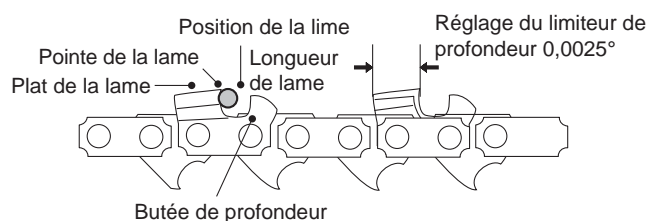

Fig. 46
9. Vérifiez la hauteur des limiteurs de profondeur à l'aide d'un instrument de mesure prévu à cet effet. Ces instruments de mesure sont disponibles dans la plupart des magasins d'outillage (Fig. 46).